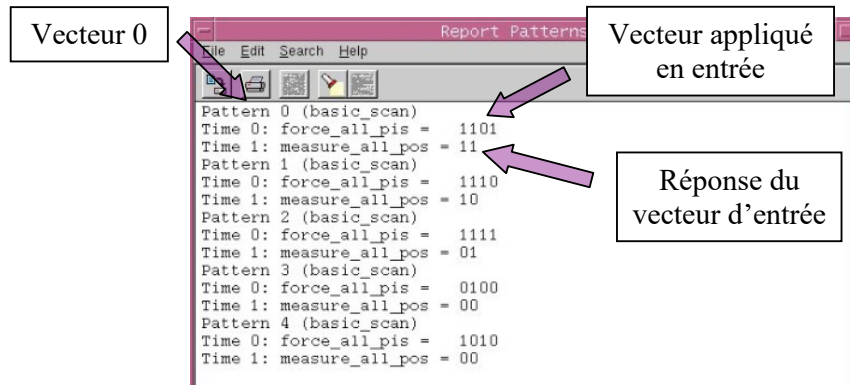

Figure 5 : Séquence de test
- Séquence de vecteurs : Dans le menu **Patterns**, choisir **Report Patterns** afin de visualiser la liste des vecteurs de test (voir Figure 5). Vérifier que vous obtenez les mêmes résultats que l'outil de test.